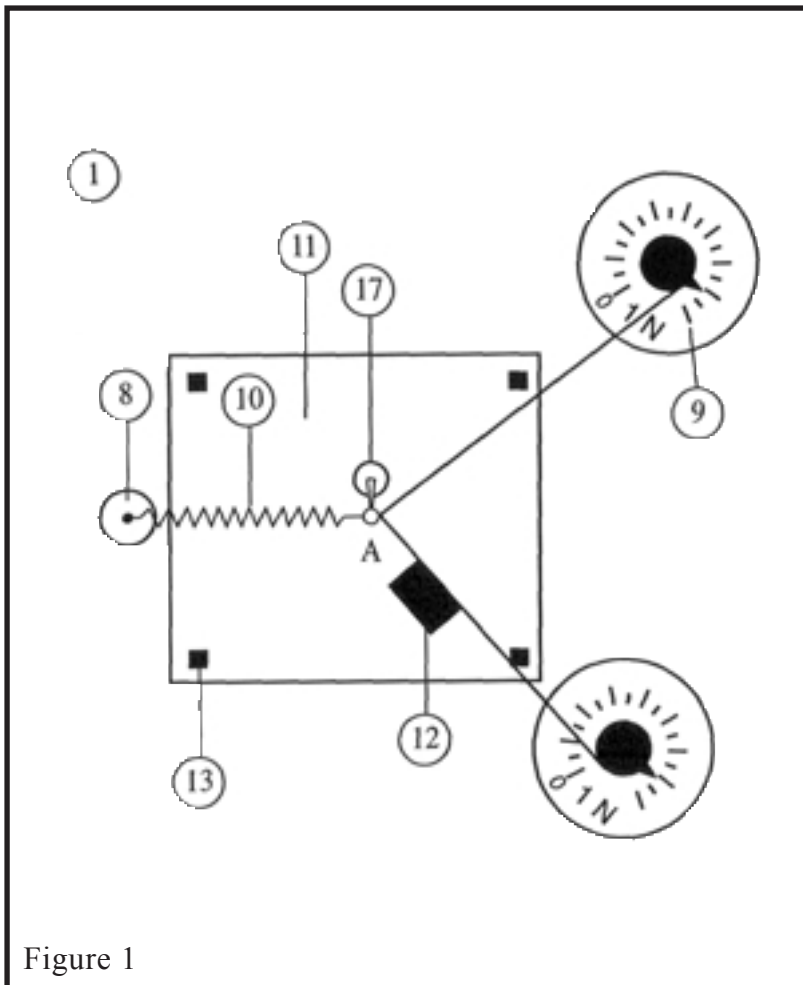

Figure 1
- 1) Je réalise le montage de la fig. 1 (les forces exercées peuvent être différentes de celles du schéma en intensité et direction). Je trace sur le calque les droites d'action des deux forces exercées sur l'anneau du ressort, à l'aide de l'équerre, et j'appelle A leur point d'intersection.  $\vec{F}_1$   $\vec{F}_2$
- 2) A l'aide de l'index magnétique, je repère le centre de l'anneau (voir fig. 1)